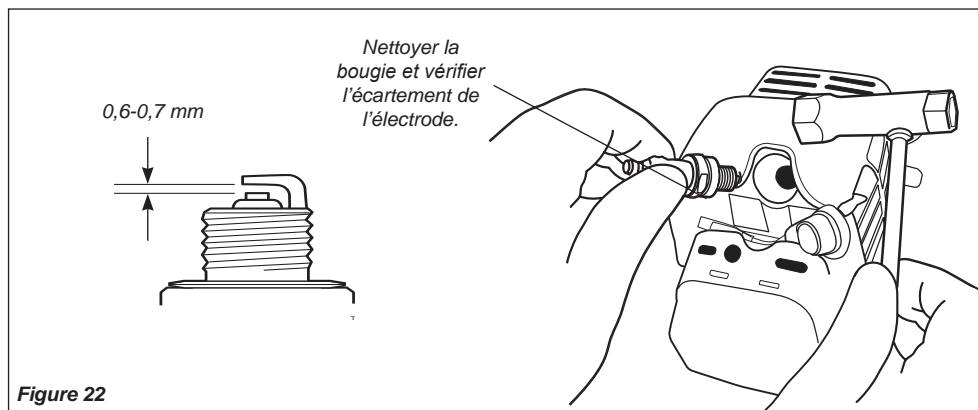

Figure 22
- Enlever et nettoyer la bougie. Ajuster l'écartement de l'électrode de la bougie à 0,6-0,7 mm. S'il est nécessaire de changer la bougie, utiliser uniquement une bougie BPMP6A ou une bougie antiparasite équivalente de plage thermique appropriée. Voir figure 22.